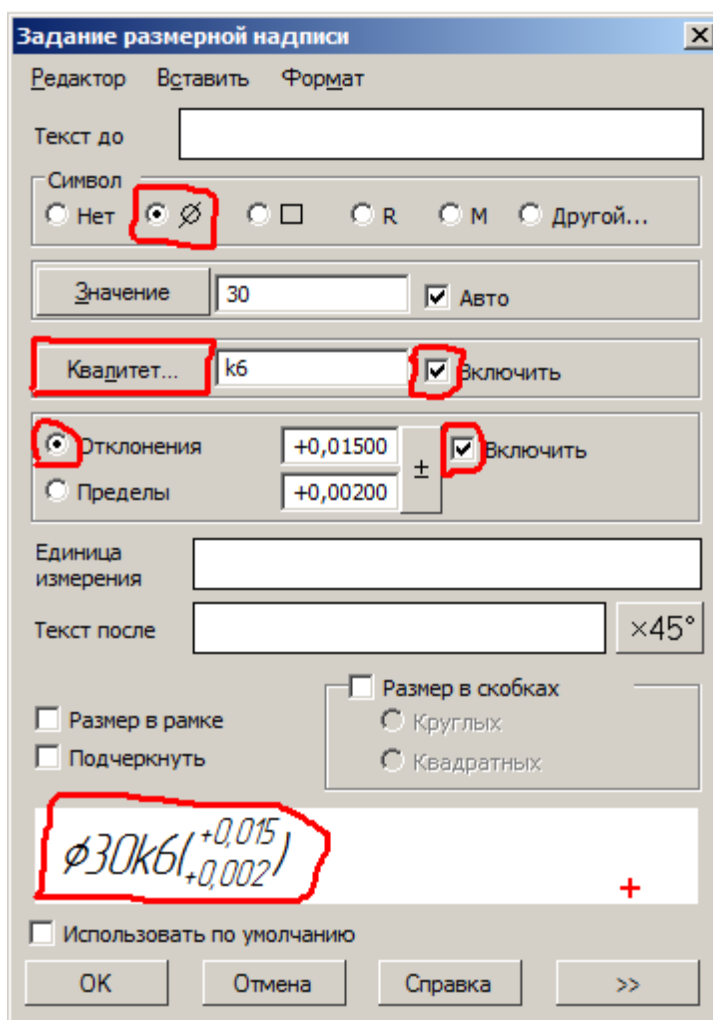
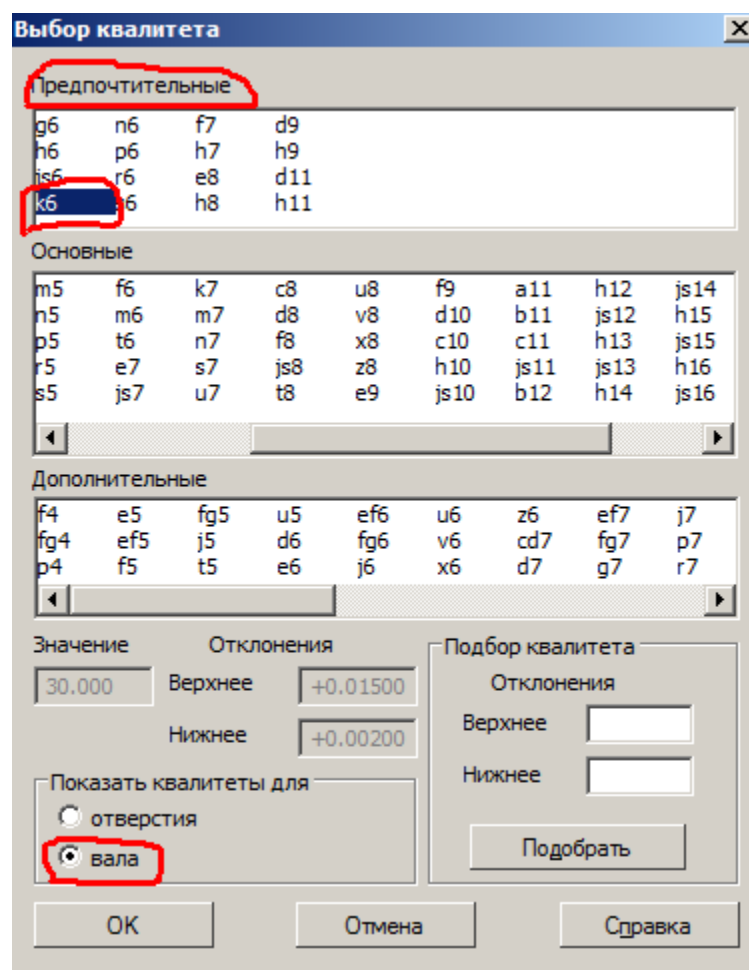

Рис. 33. Диалоговое окно задания размерной надписи
Рис. 34. Диалоговое окно выбора квалитета
- нажмите кнопку **Квалитет** для указания допуска диаметра вала (рис. 33). Появится диалоговое окно **Выбор квалитета** (рис. 34);